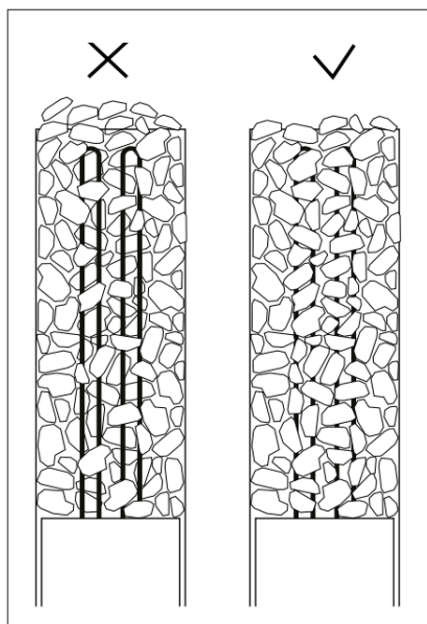

Рисунок 14. Укладання каменів для сауни корпусу
- Каміні укладаються якомога щільніше по зовнішньому периметру кам'яного простору, щоб резистори не були видні. Щільний шар захищає матеріали, що оточують банну піч, від перегріву (Рисунок 14).
- Каміні посередині кам'яного простору укладаються рідко. Рідке укладання дозволяє повітрю проходити через банну піч, що ефективно нагріває приміщення сауни та каміння. Занадто щільно заповнений простір між каменями призведе до перегріву елементів, що скоротить термін їхньої служби та уповільнить нагрівання сауни. – Не слід складати каміння зверху на каменці (рис. 14). Каміні сауни слід перевіряти та переставляти кожні шість місяців, а каміння слід замінювати кожні 2–3 роки.